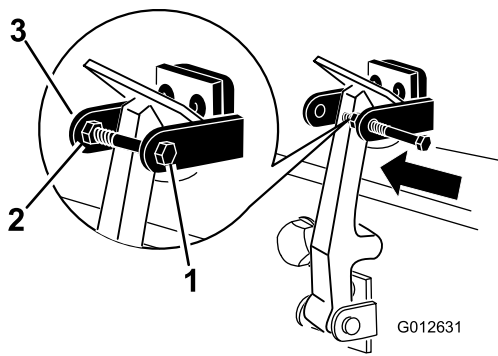

Bild 10
8. Setzen Sie die Schraube in den anderen Arm der Halterung des Motorhaubenriegels, um den Riegel zu arretieren (Bild 10). Ziehen Sie die Schraube (nicht die Mutter) an.